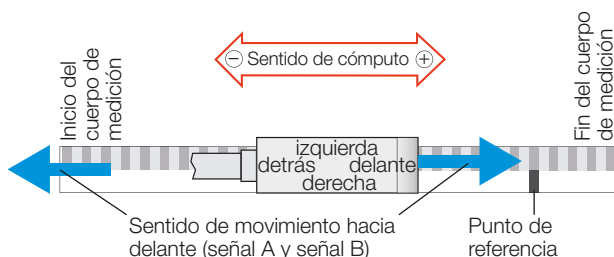
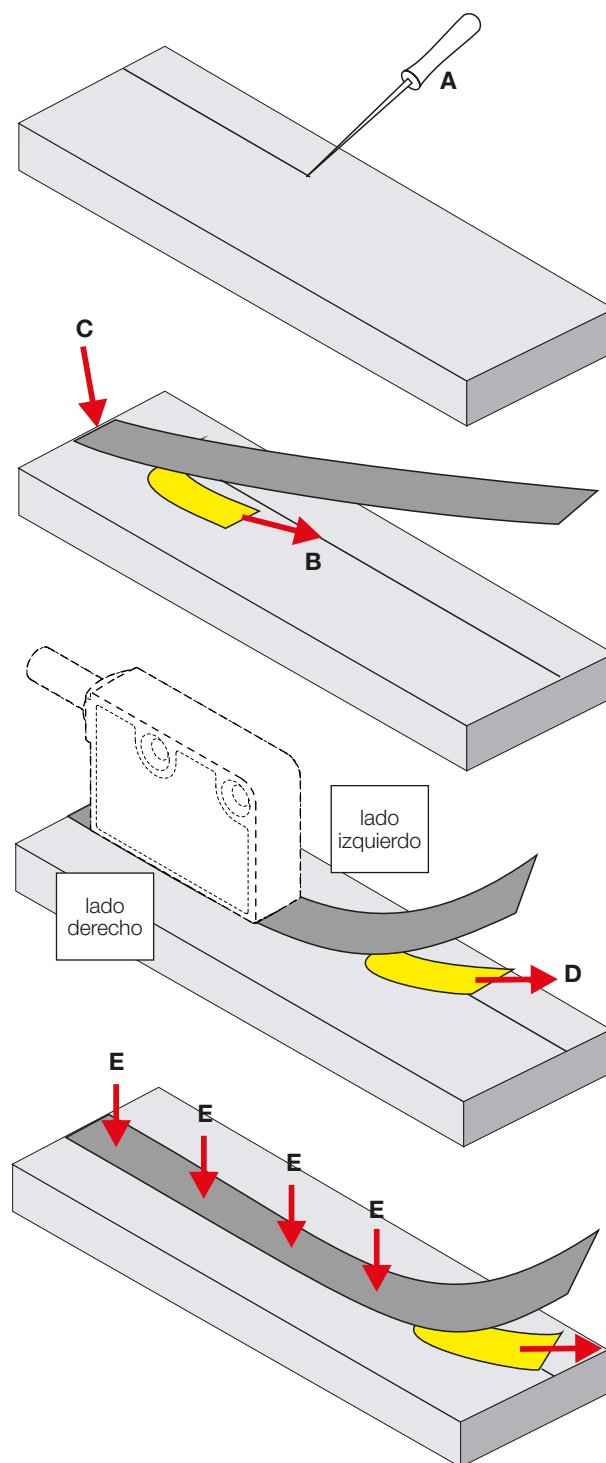

Fig. 4-1: Cabeza de sensor BML con sentido de aproximación longitudinal
Fig. 4-4: Fijación del cuerpo de medición sobre una superficie plana
- En caso de un cuerpo de medición con pista de referencia se deben identificar los extremos posterior (inicio del tramo de medición) y frontal (fin del tramo de medición) para montar el cuerpo ajustado a la cabeza de sensor. El primer punto de referencia está marcado visualmente (véase Fig. 4-1).
1. Trace el borde de tope del cuerpo de medición en la pieza de la máquina (Fig. 4-4, A).
3. Identifique en el cuerpo de medición con punto de referencia el extremo posterior y frontal: el primer punto de referencia está marcado visualmente y se encuentra en el lado derecho del cuerpo, en una pista propia (véase Fig. 4-1). Este también se puede identificar con una tarjeta graduada para polos. Para que el sistema funcione, la pista de referencia del cuerpo de medición debe estar en el lado derecho de la cabeza de medición (véase Fig. 4-4).
4. Extraiga un poco la lámina adhesiva protectora por el extremo posterior del cuerpo de medición (Fig. 4-4, B), alinee el cuerpo de medición y péguelo sin apretar (Fig. 4-4, C).
5. Retire otro poco de lámina adhesiva (Fig. 4-4, D), alinee el cuerpo de medición y presione ligeramente con la mano (Fig. 4-4, E).